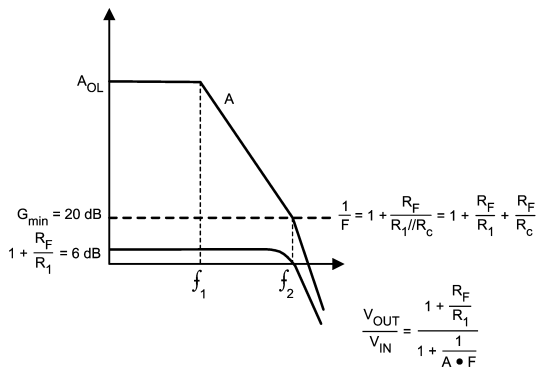

FIGURE 6. Compensation with Reduced Loop Gain
抵抗  $R_C$  を適切に選択すると 1/F 関数は  $G_{min}$  以上にシフトするため、メーカーが安定動作に必要なとデータシートで規定している要件を満たせます。前述の例で与えられた値、つまり  $G_{min} = 20\text{dB}$  および  $R_1 = 2\text{k}$  の回路を、ループ・ゲインを下げる補償テクニックを使って安定動作を図ってみます。アンプ入力間に 250 の抵抗  $R_C$  を接続すると、Figure 6 の破線に示すように、1/F カーブは  $G_{min}$  (20dB) の値までシフトします。結果として安定した回路動作が得られます。
式 (11) を見ると、 $R_C$  は理想閉ループ・ゲインに影響を与えていません。 $R_F = R_1$  のとき  $AF \gg 1$  であれば、閉ループ・ゲインは 6dB を保ちます。閉ループ・ゲインのカーブを Figure 6 に実線で示します。